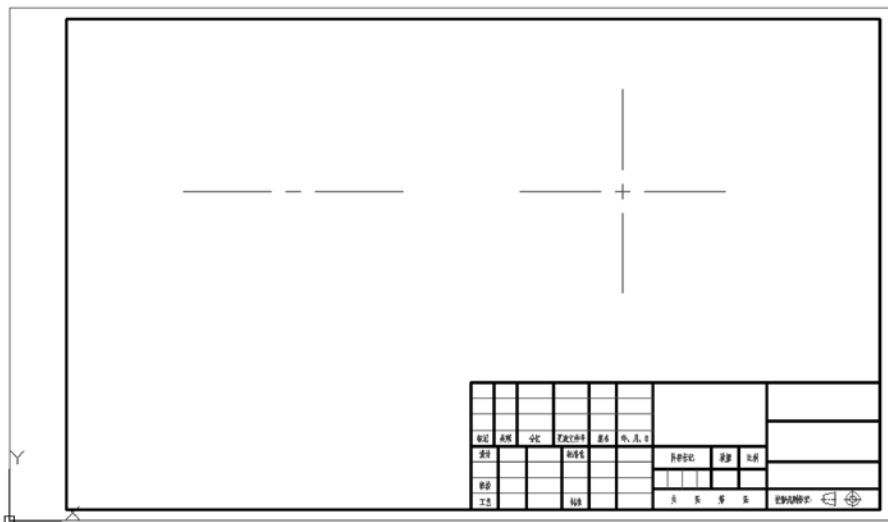

图 8-70 绘制中心线
- (1) 使用样板建立图形文件。单击“新建”按钮, 选择位于随书光盘“图形样板”文件夹中的“BD_A3 横向 B.dwt”文件作为图形样板, 单击“打开”按钮。
- (2) 将其另存为“BD_螺套 A.dwg”。另外, 本例继续采用“AutoCAD 经典”工作空间的操作界面进行设计工作。
- (3) 设置当前图层。在“图层”工具栏的下拉列表框中选择“中心线”层, 并在状态栏中设置启用“正交”模式。
- (4) 绘制中心线。单击“直线”按钮, 在图框内绘制如图 8-70 所示的中心线。